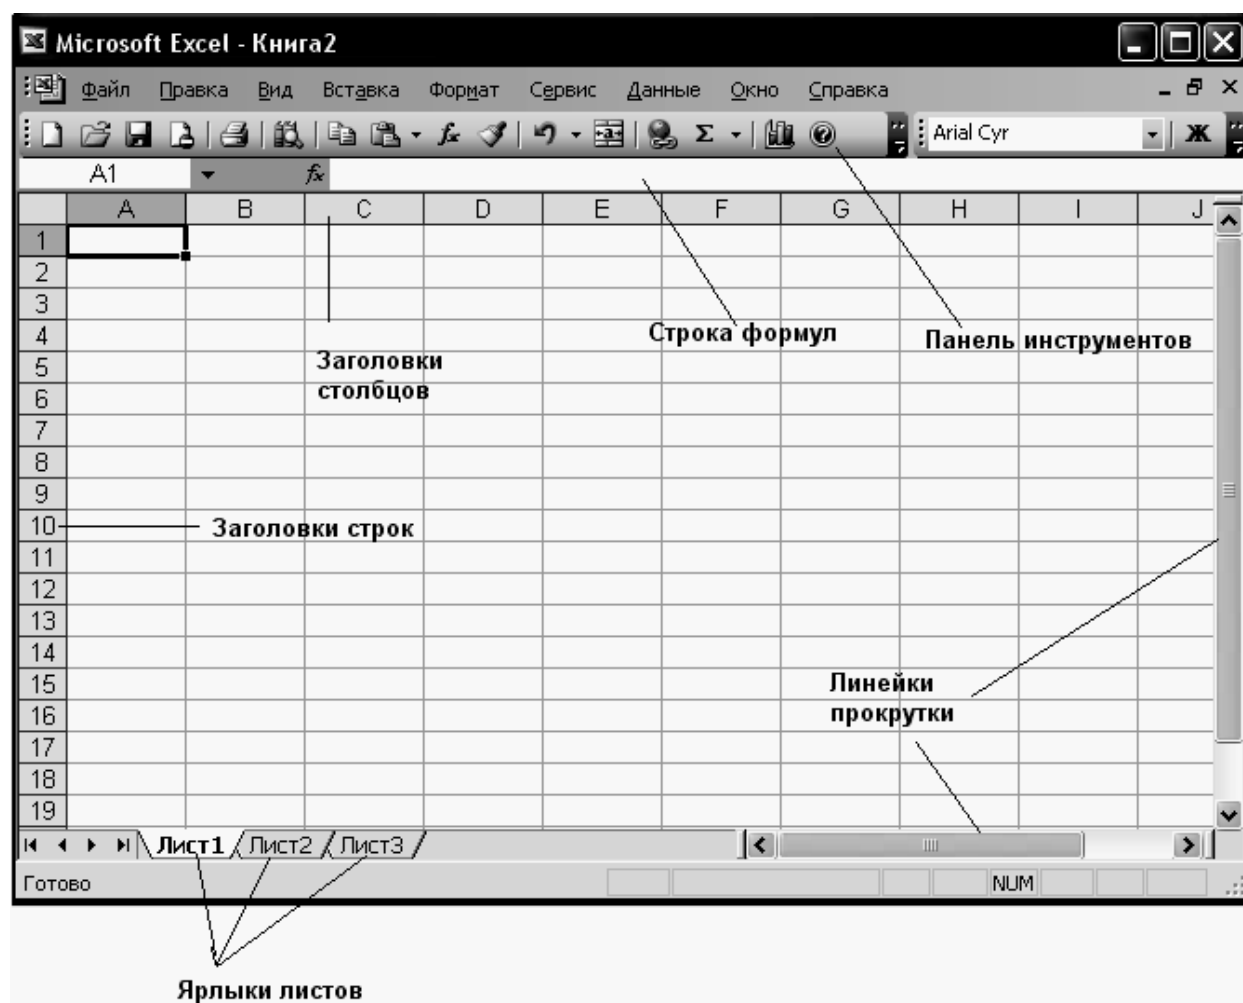

Рисунок 2 – Структура экрана при работе с *Microsoft Excel*
1. Каждая ячейка, независимо от своего содержания, имеет имя, которое состоит из латинской буквы (A, B, C, D, E, F...) и арабской цифры (1, 2, 3...) (рис. 2).